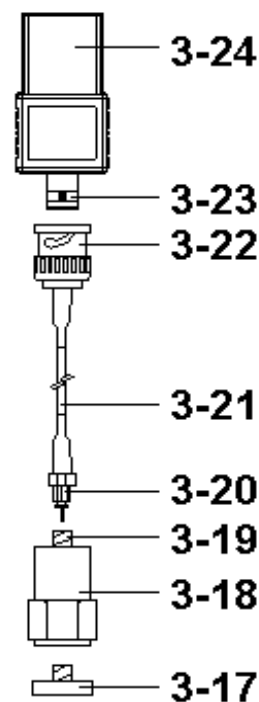

Fig. 2
1. Sensor de vibración, 3-18, Fig 2
2. Sensor Cable, 3-21, Fig. 2 3 Módulo VB-83, 3-24, Fig. 2
- * Conecte el "conector del cable BNC" (3-22, Fig. 2) al "conector BNC del módulo VB-83" (3-23, Fig. 2).
- * Conecte el "Mini clavija del cable" (3-20, Fig. 2) a la "toma de entrada del sensor de vibración" (3-19, Fig. 2).
Conecte el "conector del módulo VB-83" (3-24, Fig. 2) al "enchufe de entrada CH1 VB-83" (3-9A, Fig. 1). Si dispone de un set de sensor de vibración extra, conecte el enchufe en el "enchufe de entrada CH2/CH3/CH4 VB-83" (3-9B, 3-9C, 3-9D Fig. 1)
Puede encargar el set de sensor de vibración extra VB-83. Cuando cargue el VB-83, no es necesario efectuar la calibración otra vez debido a la información guardada ya en el "módulo VB-83" (3-24, Fig. 2)
- * Si la superficie del material del artículo a medir es un material férreo, conecte "el sensor de vibración" (3-18, Fig. 2) con la "base magnética" (3-17, Fig.2). Ponga toda unidad (Sensor de vibración y base magnética) en la superficie del artículo a medir.